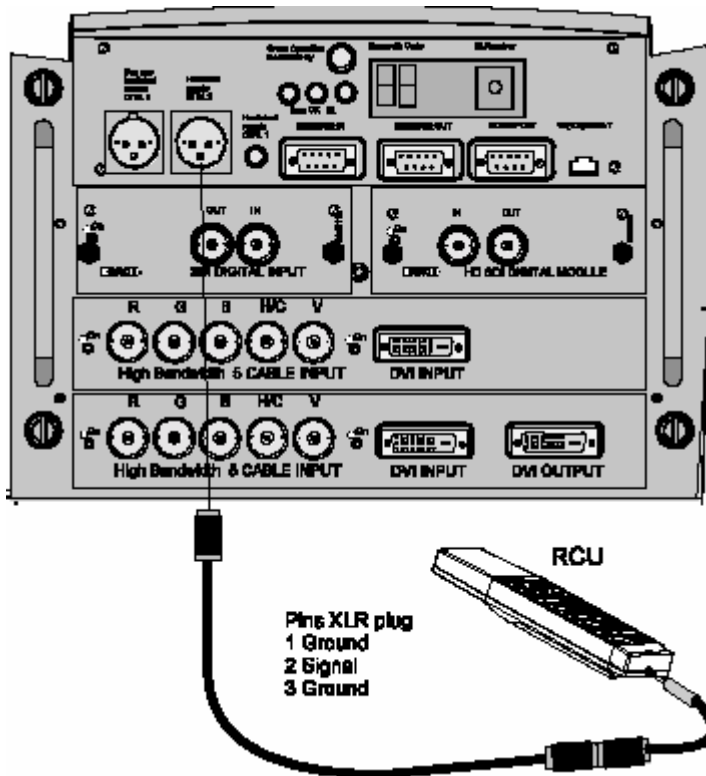

图 5-8
2. 将另一端插入投影机面板上标志为 *Hardwired CTRL2* 的接线端子 ,(图 5-8)。